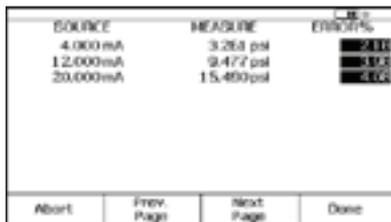

Figura 17.
8. Una vez realizada esta evaluación, el calibrador 753/754 mostrará la pantalla de resumen de los resultados de la prueba con las columnas SOURCE, MEASURE y ERROR. Los fallos aparecerán en la columna Error en negativo (Figura 17). Pulse "Done".